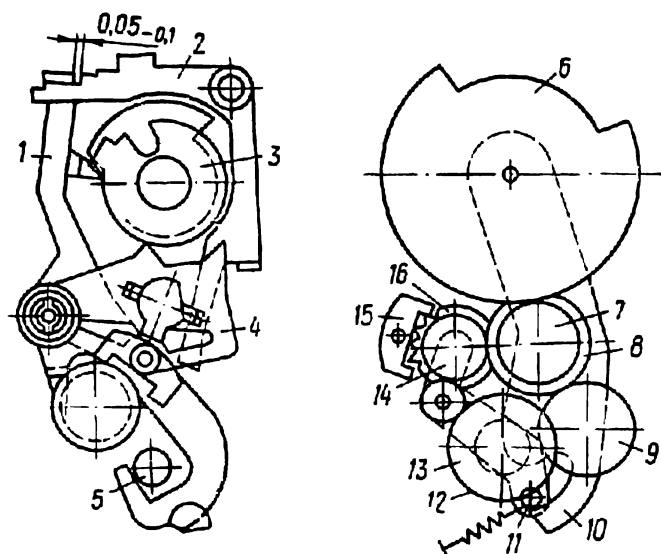

Рис. 22. Положение деталей тормозного механизма на выдержке 1/25 с:
5.2.58. На выдержке 1/25 с положение рычага 1 (рис. 22) на рычаге 2 и зацепление шестерни 8 с шестерней 14 должны быть такими же, как на выдержке 1/50 с (см. рис. 21).
5.2.72. Произвести спуск затвора, установить заводную головку на выдержку 1/25 с и вновь взвести затвор. Выступ рычага 1 (рис. 22) должен находиться на средней ступени кулачка 3. При этом зазор между ним и подъемной плоскостью верхней ступени кулачка 3 должен быть не менее 0,1 мм. Положение рычагов и шестерен должно соответствовать рис. 22.